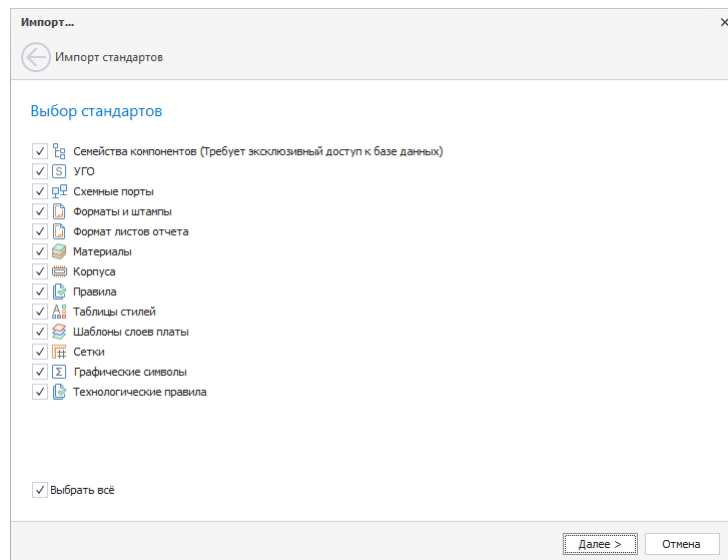

Рис. 19 Выбор импортируемых стандартов
5. Выберите стандарты, которые необходимо импортировать из выбранного файла, Рис. 19. Установив флаг в поле «Выбрать все», для импорта можно одновременно выбрать все разделы стандартов.